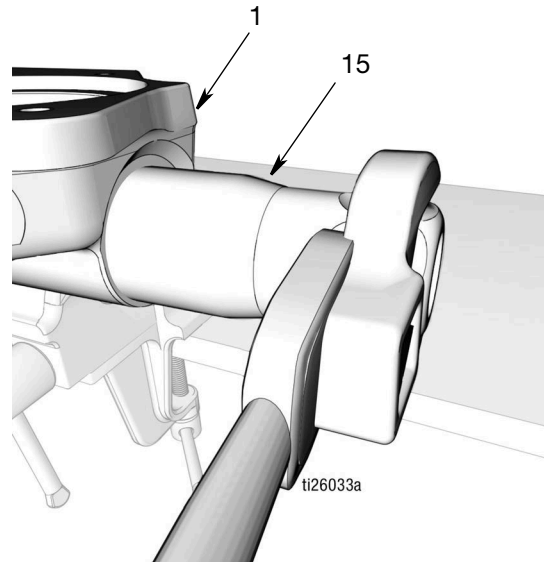

FIG. 44
- c. Enrosque la válvulas de retención de salida (15) en la base de la bomba (1) (FIG. 44). Ajuste firmemente. Apriete después a un par de 50 a 55 ft. lbs (67,8 a 74,5 N•m).